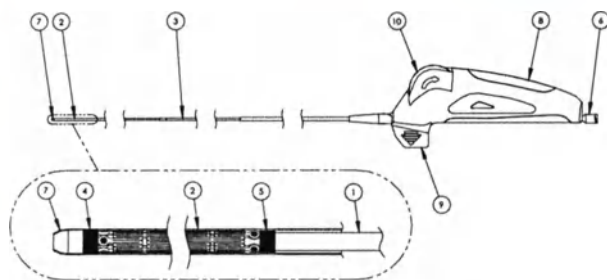

Abbildung 1: EverFlex Entrust™ Einführungssystem
Das Entrust-Einführungssystem ist dargestellt in Abbildung 1. Es hat einen dreifachalen Schaft, bestehend aus einem inneren Schaft (1), einer rückziehbaren äußeren Schleuse (2) und einer Isolationsmanschette (3), die die Verwendung während der Freisetzung erleichtert. Der ergonomisch geformte Griff zur Freisetzung (8) hat eine entfernbare Sicherungsverriegelung (9), ein Freisetzungsrädchen (10) und einen Luer-Ansatz (6).